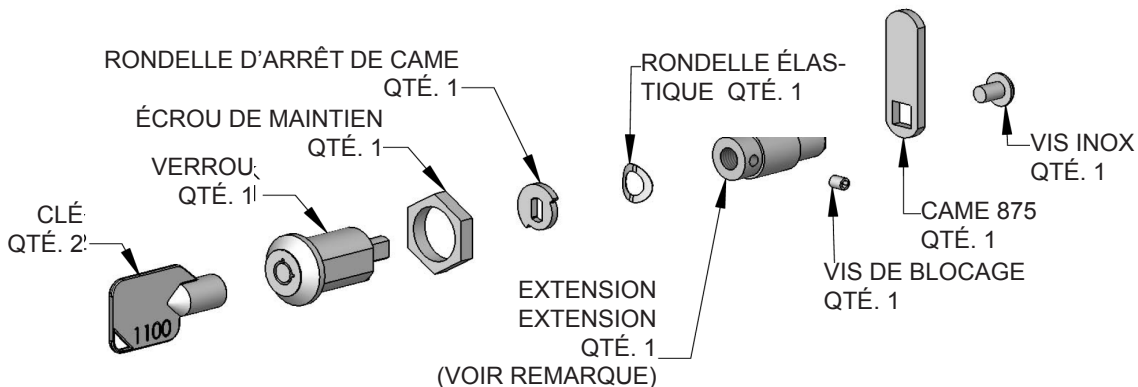

Figure 9
Deux (2) extensions de verrouillage sont fournies avec le verrou. Utilisez l'extension la plus longue pour un panneau de revêtement d'épaisseur  $\frac{3}{4}$ " et la plus courte pour un panneau d'épaisseur  $\frac{5}{8}$ ". Assemblez l'extension de verrouillage, une rondelle d'arrêt de came, une rondelle élastique et une vis de fixation sur le verrou comme montré aux Figures 9 et 10.